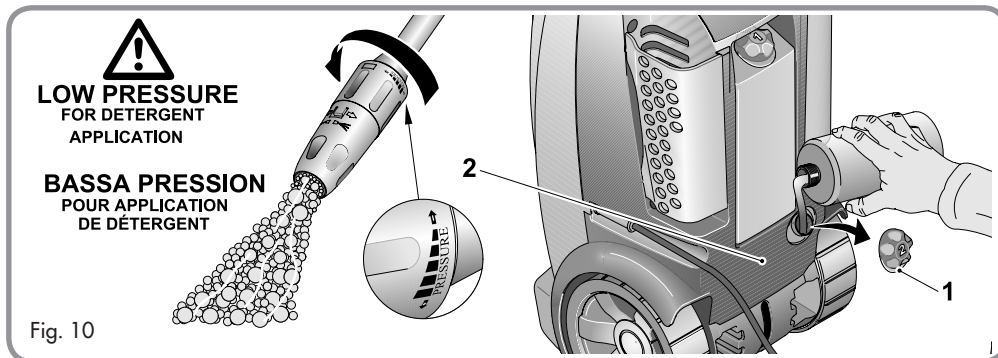

Fig. 10
1. Remove the tank cap (1) present on the back of the machine. (Fig. 10)
2. Fill the tank (2) with suitable cleaning solution. Use only approved pressure washer cleaners. Do not use bleach, chlorine or any cleaners containing acids.
1. Enlevez le bouchon du réservoir (1) situé à l'arrière de la machine (Fig. 10)
2. Emplissez le réservoir (2) avec la solution de nettoyage appropriée. N'utiliser que des détergents approuvés pour nettoyeurs haute pression. Ne pas employer eau de javel, chlore ou tout autre détergent contenant des acides.